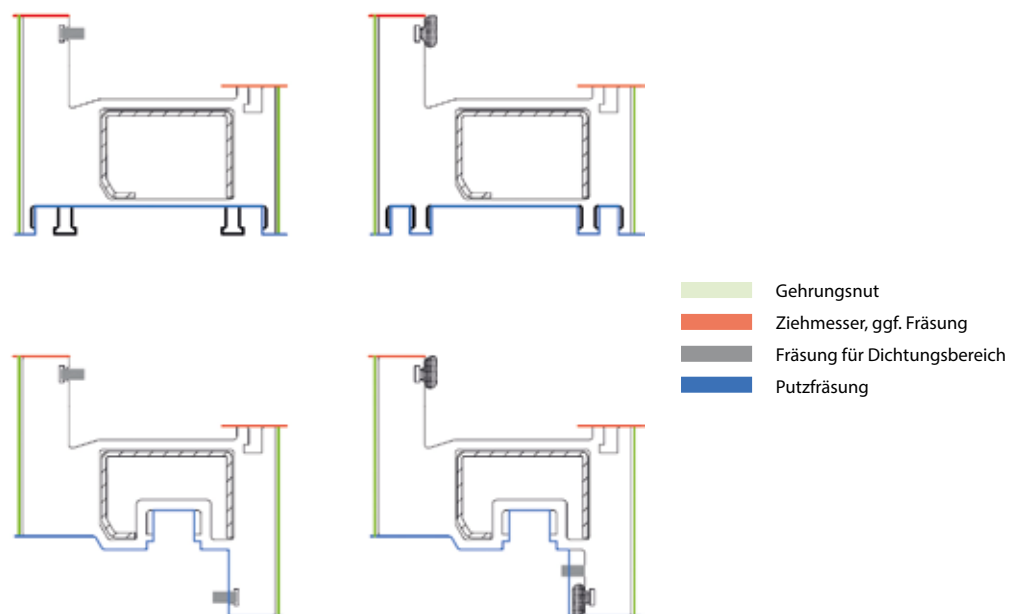

Abb. 13: Verputzen in den Funktionsbereichen
- Arbeiten Sie besonders in Funktionsbereichen sehr sorgfältig (Stichworte: Einbau des Beschlags in die Euronut und Ebenheit von Dichtungsanlagen usw.), siehe „Putzfräsung“ und „Gehrungsnut“ in Abb. 13.